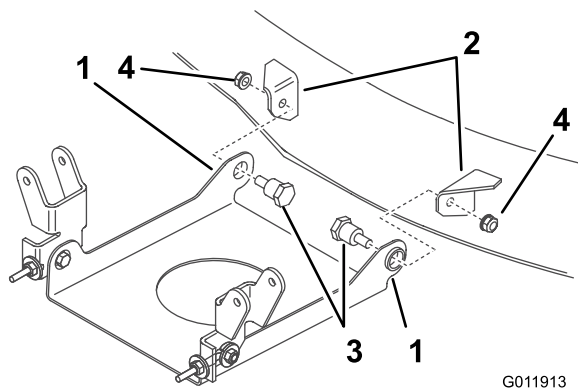

Figura 5
7. Coloque la placa de montaje, con las pestañas hacia arriba, entre los soportes de la parte delantera del cortacésped (Figura 5).
8. Introduzca los pernos de cuello largo en los soportes del cortacésped a través de los taladros de la placa de montaje. Fíjelos con contratuercas (Figura 5).